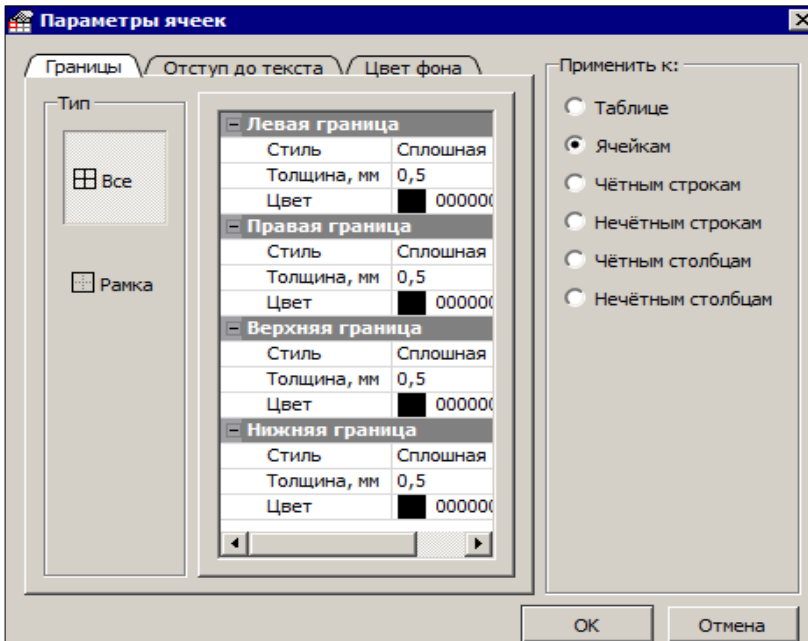

Рис. 9.25
- **Параметры ячеек** – команда вызывает диалог **Параметры ячеек**, который позволяет создавать границы, выбирая стиль, цвет и толщину линий (рис. 9.25).
- Используя настройки в группе параметров **Применить к**, можно менять стили границ для выделенных в таблице ячеек (настройка **Ячейкам**), четных и нечетных строк, четных и нечетных столбцов, а также для всей таблицы (настройка **Таблице**) (рис. 9.25).